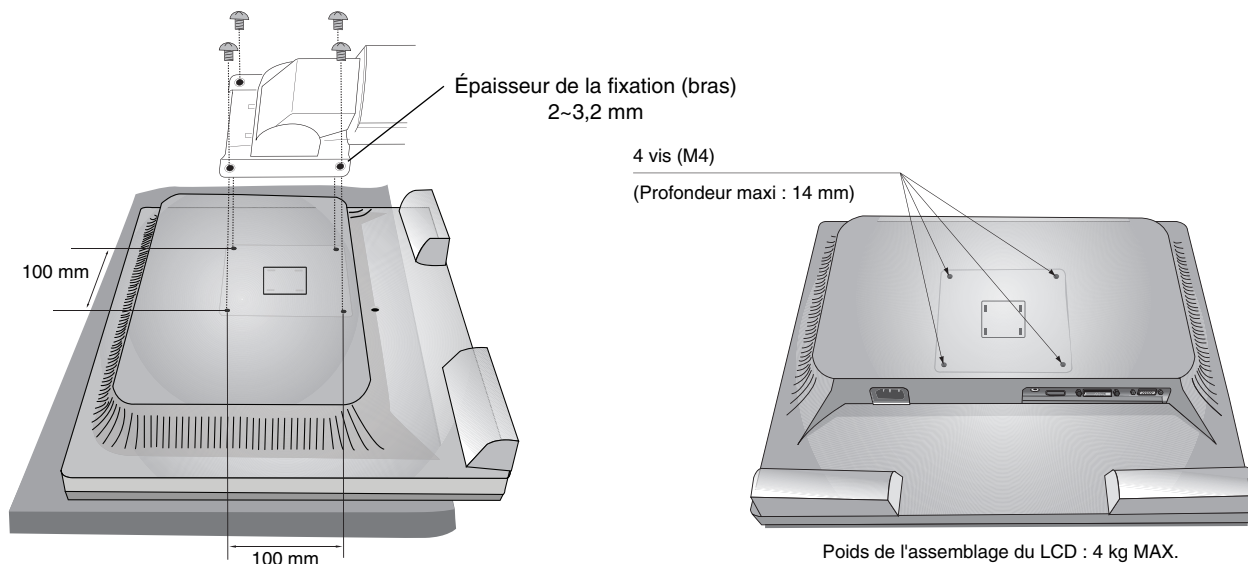

Figure F.1
2. Utilisez les 4 vis retirées du support pour fixer le bras au moniteur (**Figure F.1**).